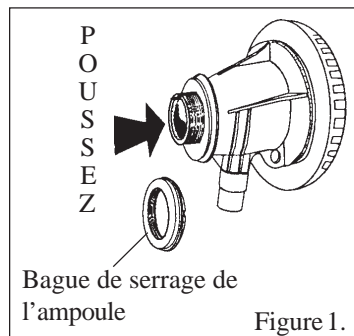

Figure 1.
1. Ôtez la bague de serrage de l'ampoule et poussez le bloc ampoule hors du corps du raccord par l'arrière afin de le faire sortir du raccord par l'avant. L'orienteur d'écoulement se détachera en même temps que le bloc ampoule (voir figure 1). Enfoncez le bouchon/tampon rouge dans l'arrière du bloc ampoule. Il sera retiré ultérieurement.